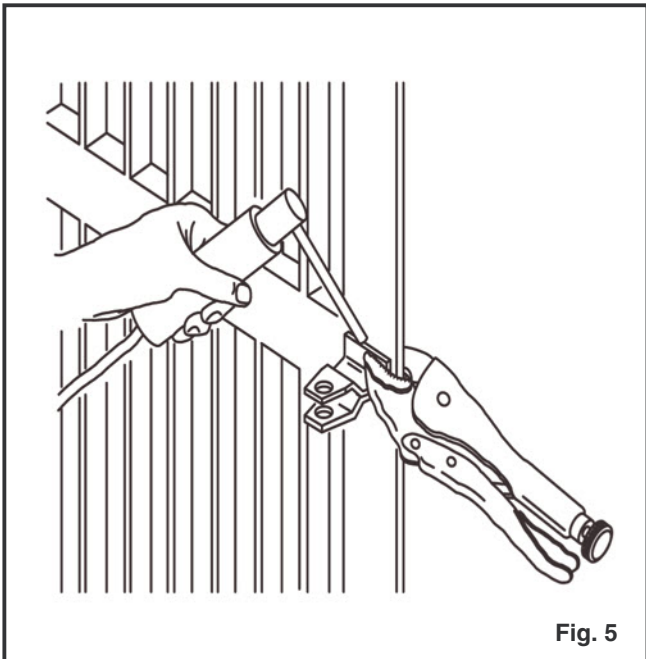

Fig. 5
H) Chiudere l'anta del cancello e, mantenendo l'attuatore perfettamente orizzontale, individuare sull'anta la posizione dell'attacco anteriore (fig. 5);
M) Staccare momentaneamente l'attuatore dall'attacco e saldare definitivamente l'attacco anteriore sull'anta (fig. 5);